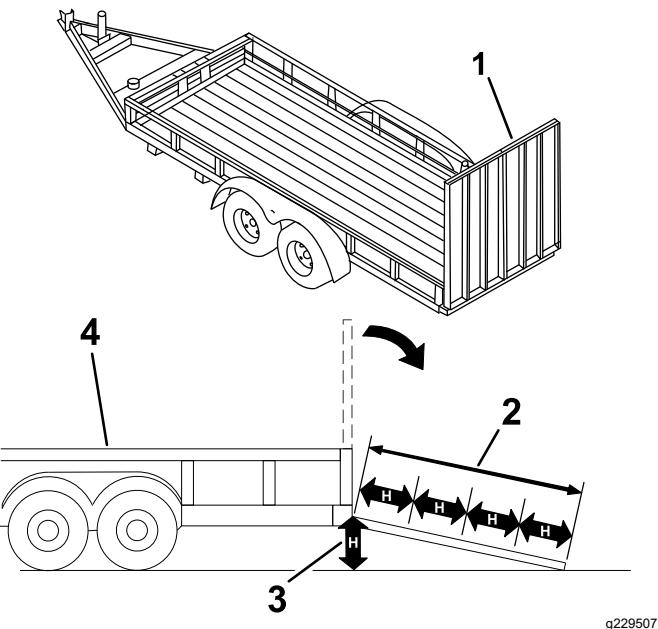

Figure 30
**Le chargement de la machine sur une remorque ou un camion augmente le risque de basculement, et donc de blessures graves ou mortelles (Figure 30).**
3. Abaissez la rampe (Figure 30).